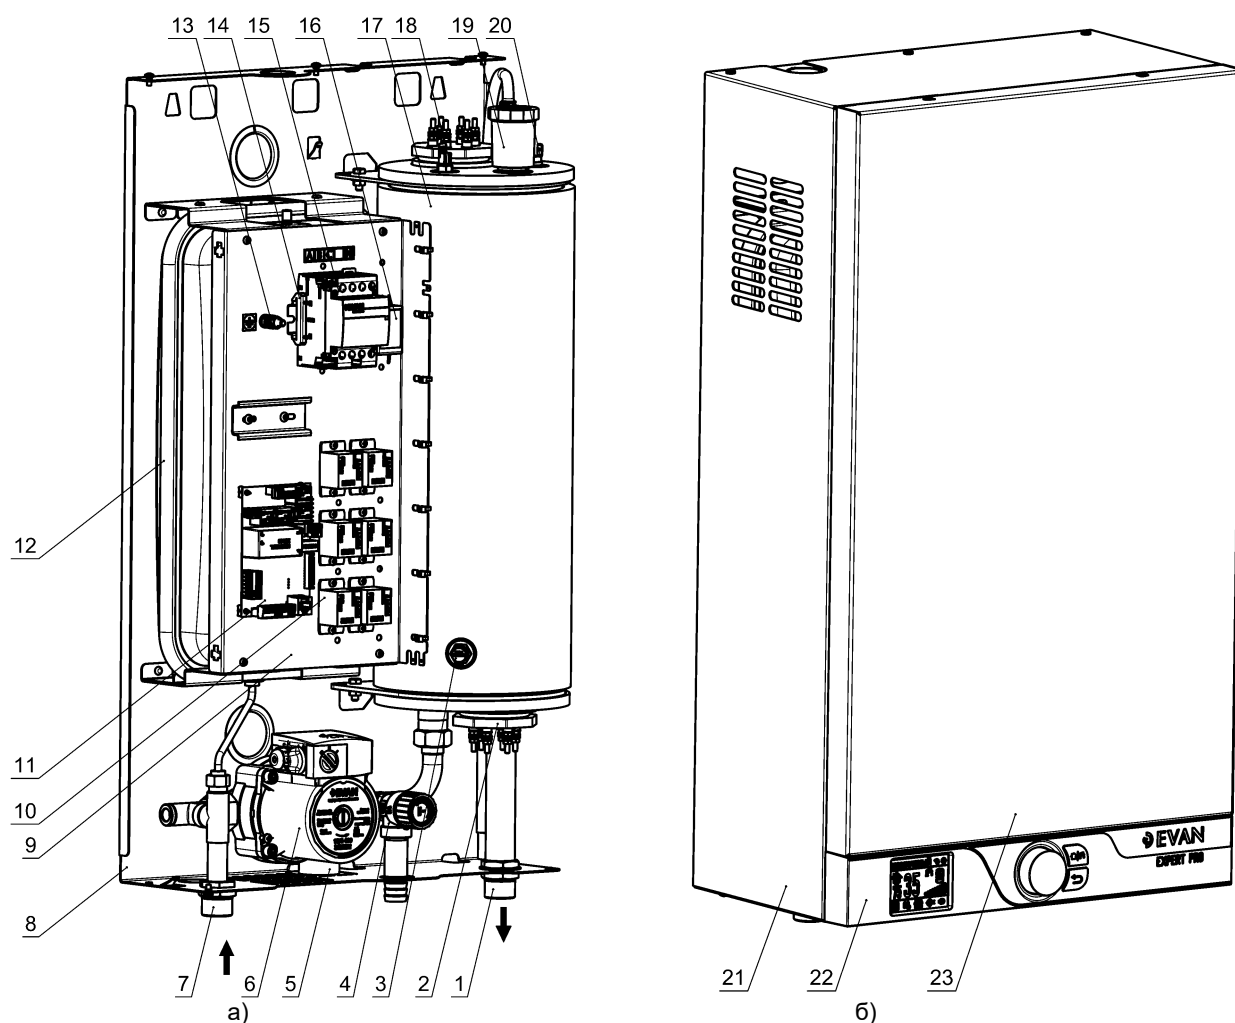

Рисунок 2. Общий вид котла
**5.2.1** Присоедините к патрубку подачи (поз.1, рис.2а) трубопровод подачи теплоносителя. Наружная резьба патрубка подачи G 3/4.